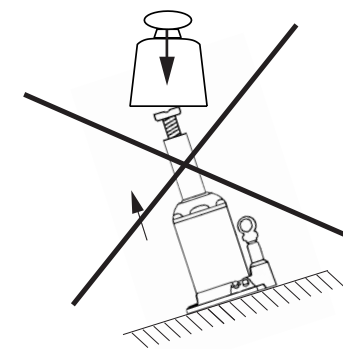

Fig.4
• Let erop dat de krik bij het heffen niet scheef belast wordt (Fig. 4).
• Controllare che il martinetto non sia soggetto a carico trasversale in sede di sollevamento (Fig. 4).
• Ao elevar, providenciar de forma ao macaco não ser submetido a carga assimétrica (Fig. 4).